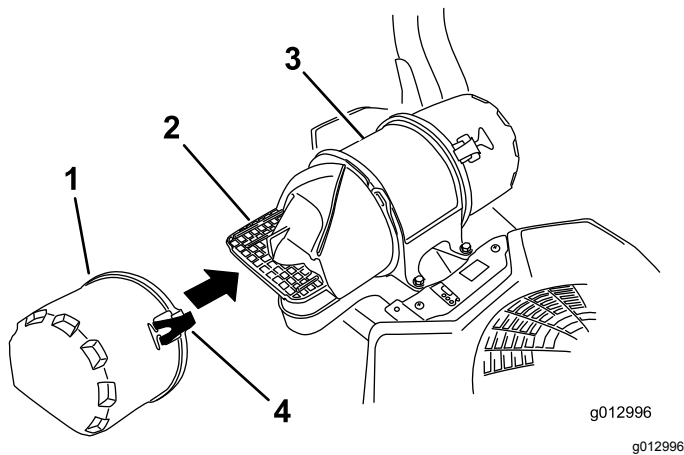

Figure 47
- Ouvrez les dispositifs de verrouillage du filtre à air et séparez le couvercle d'entrée d'air du boîtier du filtre (Figure 47).
- Reposez le couvercle d'entrée d'air et fixez-le avec les verrous (Figure 47).